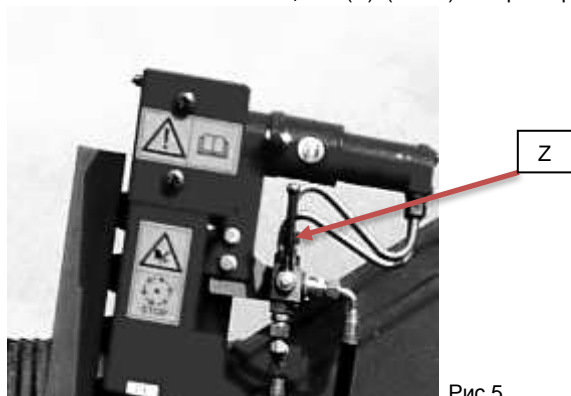

Рис.5
- Вентиль (Z) установить в вертикальное положение. (Рис.5)